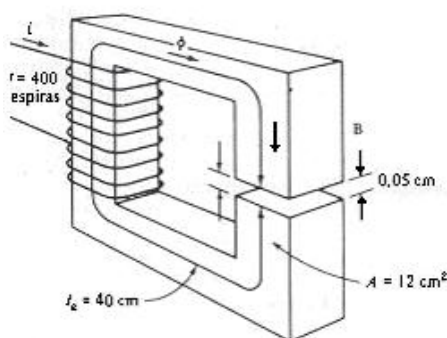

Fig. 1
3.- La Fig. 1 muestra un núcleo ferromagnético cuya longitud de trayectoria media es de 40 cm. Hay un pequeño entrehierro de aire de 0,05 cm en la estructura del hierro. El área de la sección transversal del núcleo es de 12 cm^2 , su permeabilidad relativa es de 4000 y la bobina de alambre sobre el núcleo tiene 400 vueltas. Suponer que el efecto de borde del entrehierro de aire aumenta el área efectiva de la sección transversal de éste en un 5% y hallar: (a) la reluctancia total al paso del flujo (núcleo más entrehierro de aire) y (b) la corriente necesaria para producir una densidad de flujo de 0,5 T en el entrehierro de aire.-